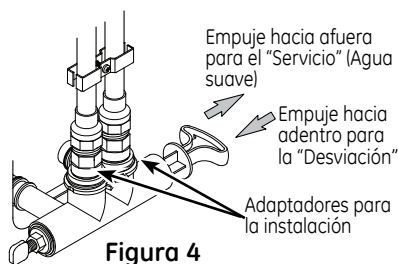

Figura 4
Siempre instale una válvula de desviación simple (provista), como se muestra en la Figura 4, o, si lo desea, puede adquirir y ensamblar piezas para un sistema de desviación de 3 válvulas (no incluido), como se muestra en la Figura 5. Las válvulas de desviación le permiten cerrar el agua en el suavizante para el mantenimiento si es necesario, pero aún tener agua en las tuberías de la casa.
- Válvula de desviación simple (Figura 4): Lentamente mueva el vástago de la válvula hacia "servicio", haciendo varias pausas para permitir que el suavizante de agua se llene de agua.